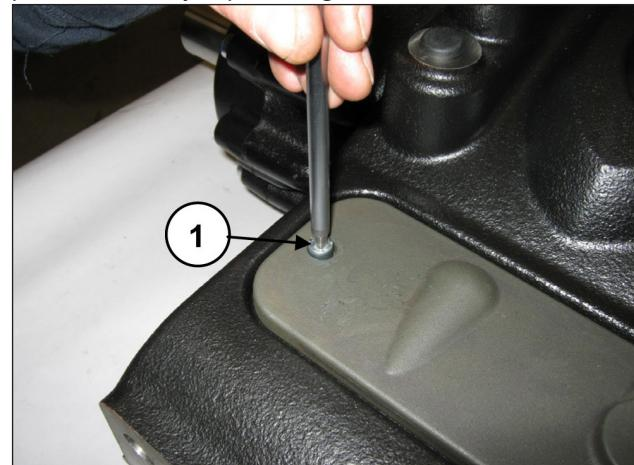

Fig. 167
Remova a cobertura de inspeção superior, soltando os dois parafusos de fixação (pos. ①, Fig. 167).